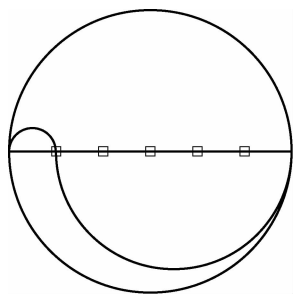

图 4-46 绘制内圆弧
(4) 绘制好最外圈的圆弧后, 继续绘制里面的圆弧, 如图 4-46 所示。